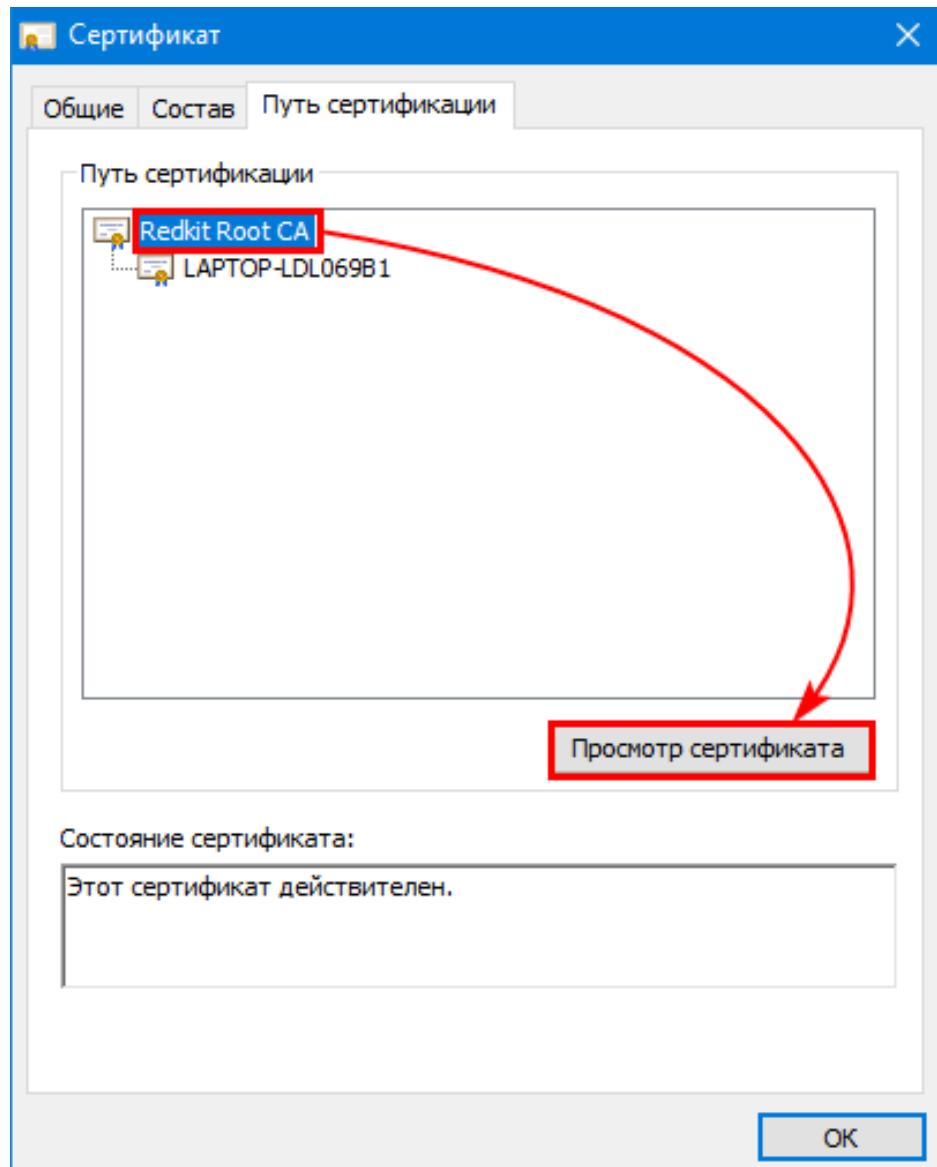

Рисунок 518 - Просмотр сертификата
2. На вкладке Путь сертификации нажмите на Redkit Root CA → ниже Просмотр сертификата (Рисунок 518).